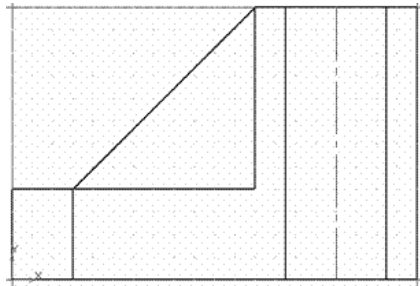
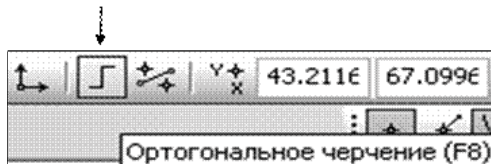

Рис. 95
Рис. 96
16. Для построения главного вида в проекционной связи с видом сверху использовать команду *Вертикальная прямая* . Обвести контур главного вида можно при использовании команды *Отрезок* или команды *Непрерывный ввод объектов*  (рис. 95) и активизации *Ортогонального черчения* (F8) (рис. 96).